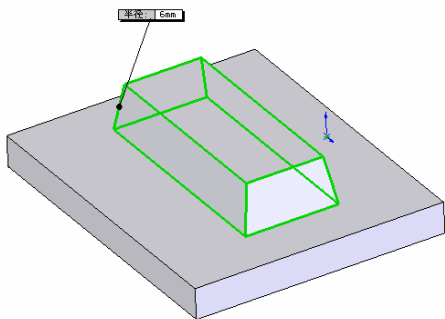
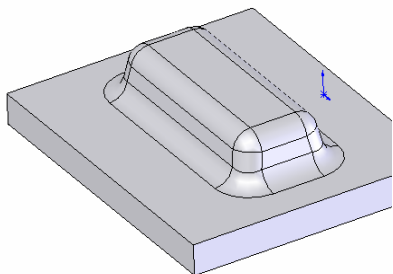
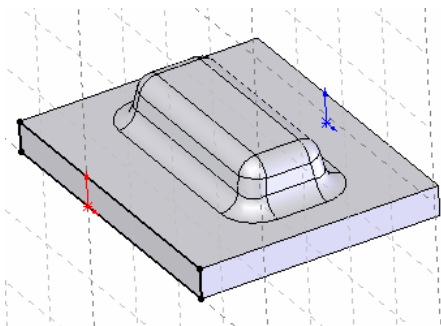

图 9-188 选择圆角边线
图 9-189 生成圆角特征
图 9-190 转换实体引用
中的“圆角”图标，键入圆角半径值：6，按住 Shift 键，依次选择拉伸特征的各个边线，如图 9-188 所示，然后单击“确定”图标，结果如图 9-189 所示。
⑥ 单击图 9-189 中矩形实体的一个侧面，然后单击“草图”工具栏中的“草图绘制”图标，然后单击“转换实体引用”图标，生成矩形草图，如图 9-190 所示。